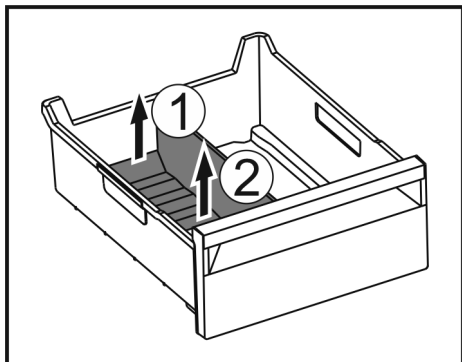

Fig. 138
- Dvignite zadnji del pregrade predala za led. Fig. 138 (1)
- Pregrado predala za led odstranite navzgor. Fig. 138 (2)